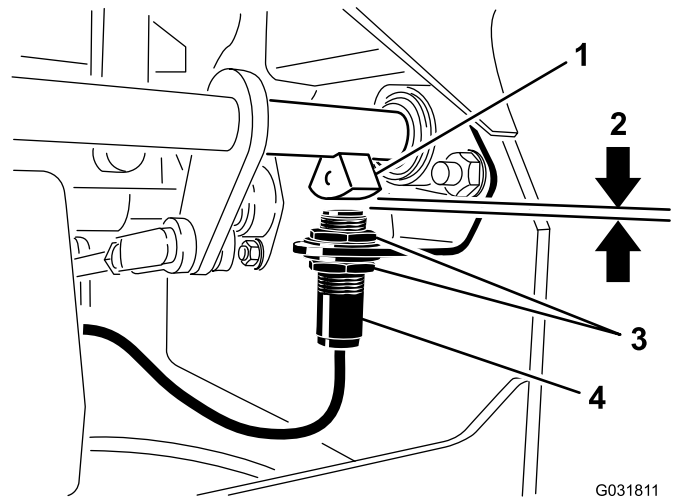

Bild 48
4. Schieben Sie den Schalter an der Halterung nach oben oder unten, bis der Abstand zwischen dem Bremswellensensor und dem Schalterplunger 4 mm beträgt, wie in Bild 48 abgebildet.